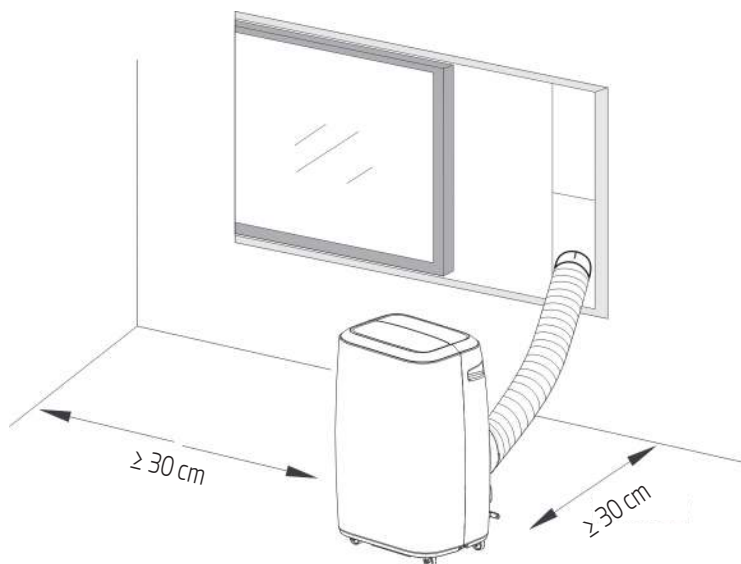

Abb. 8
- Ein Abluftklimagerät in der Wohnung ist so zu installieren, dass ausreichend freier Platz um das Gerät vorhanden ist. Der Luftauslass darf nicht blockiert werden, und der erforderliche Abstand rundum sollte mindestens 30 cm betragen. (Siehe Abb. 8)